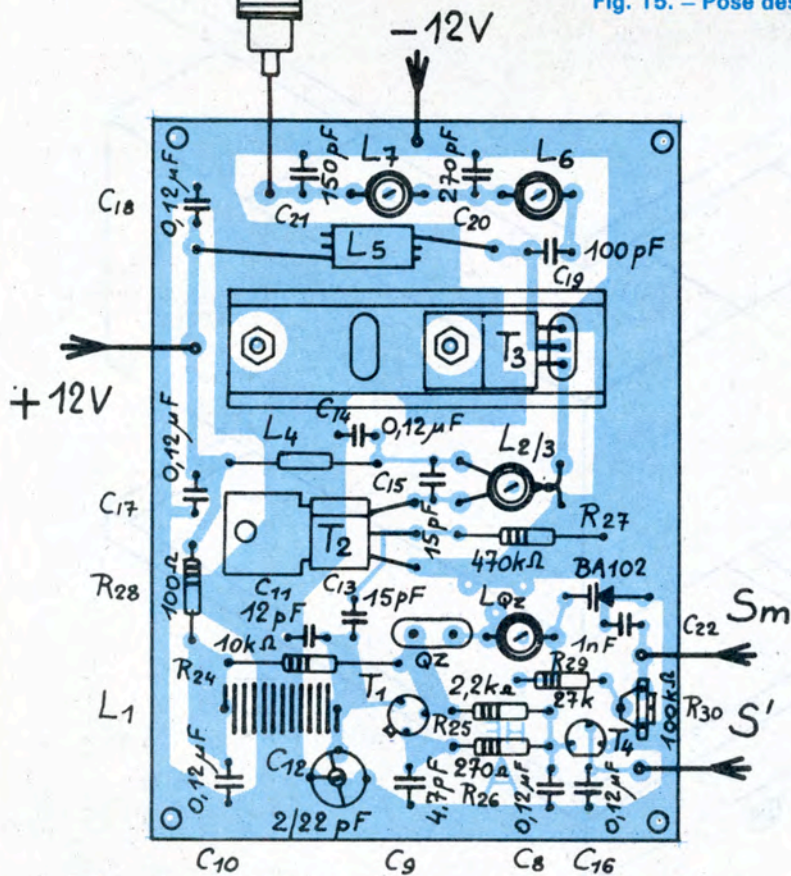

Fig. 16. - Pose des composants de la platine H.F.
6. Câblage de la HF (voir fig 16)